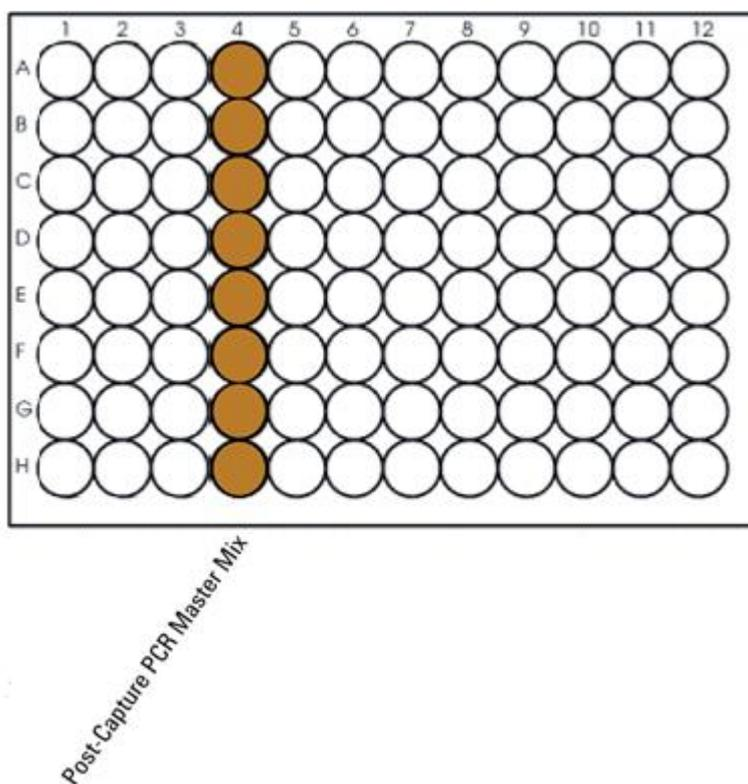

図 21 Post-CaptureIndexing_XT_Illumina_v1.5.pro 用のマスターミックスソースプレートの状態。
10. 表 69 に示された量の PCR マスターミックスを Nunc Deep Well プレートのコラム 4 のすべてのウェルに加えます。コラム 1 ではなくコラム 4 に加える点に注意してください。マスターミックスソースプレートの最終的な状態は図 21 のようになります。